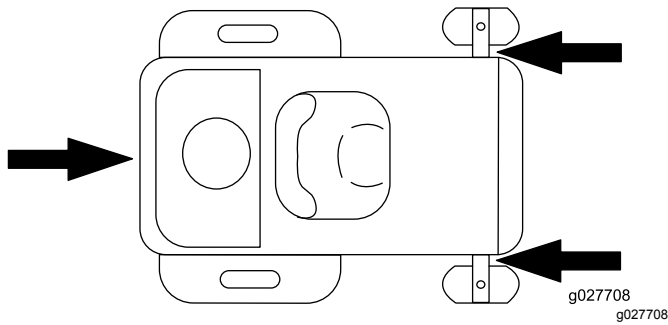

Figura 28
5. Amarre la máquina junto a las ruedas giratorias delanteras y el guardabarros trasero (Figura 28).